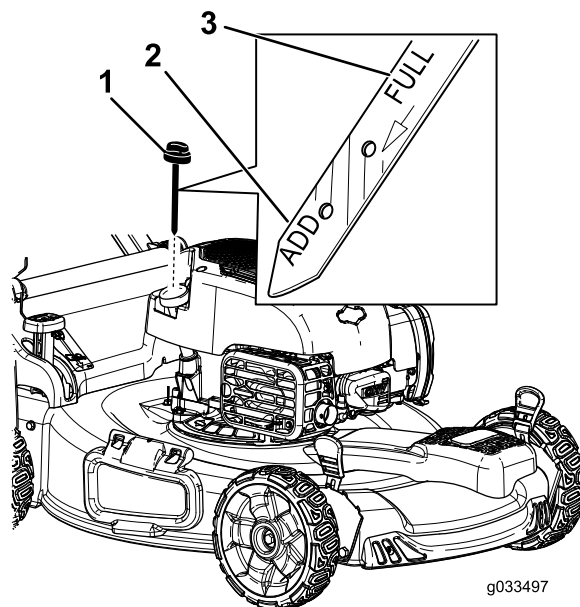

Рисунок 8
5. Выньте щуп и проверьте уровень масла по щупу, см. Рисунок 8.
2. Извлеките щуп (Рисунок 8) и заполните маслом примерно 3/4 емкости картера через маслозаливную горловину.